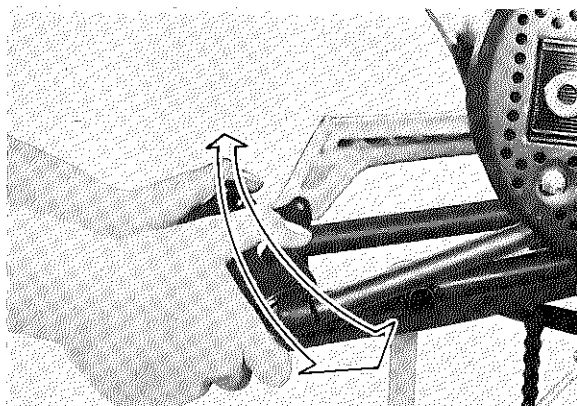

Fig. 5-8-1
1. With rear wheel and shock absorbers removed, grasp the end of the arm and move from right to left to check for freeplay. (Fig. 5-8-1)
1. Après dépose de la roue et des amortisseurs arrière, saisir les extrémités des bras oscillants, et les secouer doucement de droite à gauche pour voir si on ne sent pas un jeu latéral (Fig. 5-8-1).
1. Hinterrad und Stoßdämpfer ausbauen; danach die Enden der Schwingenarme ergreifen und von rechts nach links bewegen, um das frei Spiel zu prüfen. (Fig. 5-8-1)